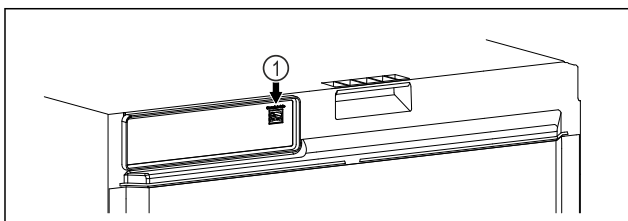

Fig. 114
- A SmartModule Fig. 114 (1) be van helyezve.